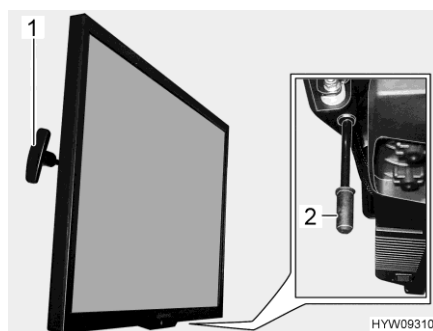

Bild 87 Platt bildskärm
- Dra i handtaget (Bild 87,1) och håll fast. Den platta bildskärmen är upplåst.
- Dra handtaget (Bild 87,2) nedåt och håll fast. Den platta bildskärmen är upplåst.